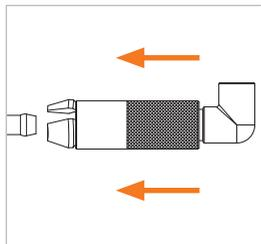

Abbildung 1
- ▶ Schieben Sie den Adapter an der Schiebehülse (Pos. 1) nach vorne auf den Prüfling auf (Abbildung 1). Der Adapter muss mit einem deutlichen hörbaren Klick einrasten. Der Sprengring muss sichtbar sein (Abbildung 2) und die Außenkanten des Spannzangenaußendurchmessers dürfen nicht mehr sichtbar sein (Abbildung 3 und Abbildung 4).